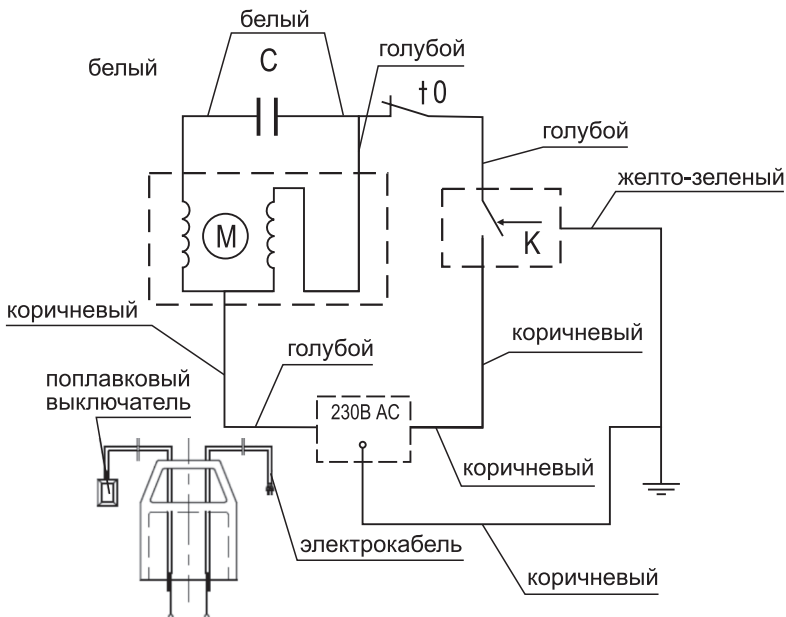

Рис. 4
**Электрическая схема насоса (рис. 4)**